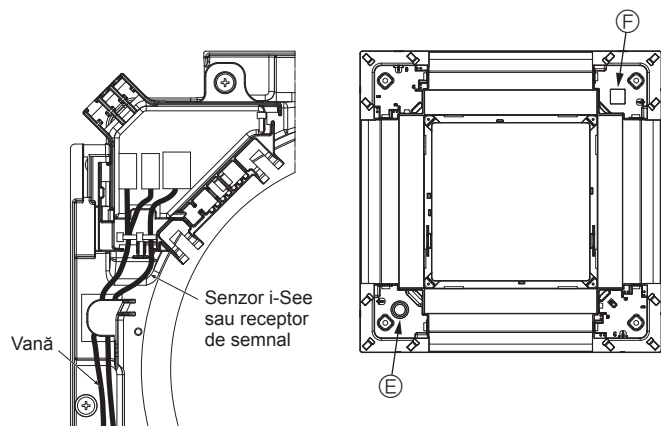

Fig. 10-13
- Direcționați cablurile senzorului i-See și receptorului de semnal așa cum este indicat în Fig. 10-13.